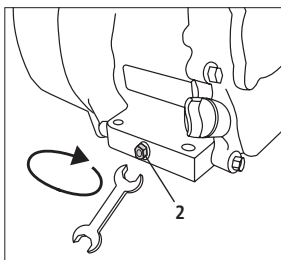

Fig. 10
3. Recoloque o parafuso de drenagem (2) e aperte bem [Fig. 10].